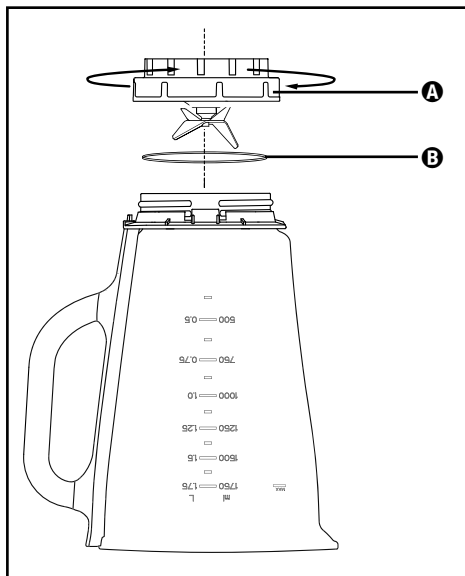

Fig. 3
- 2) Capovolgere l'apparecchio e ruotare l'accessorio **A** in senso antiorario in modo da poterlo staccare dal contenitore dell'inserto mixer **3** (vedere Fig. 3).